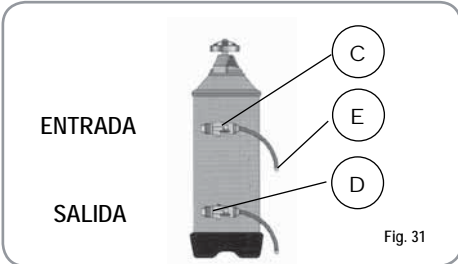
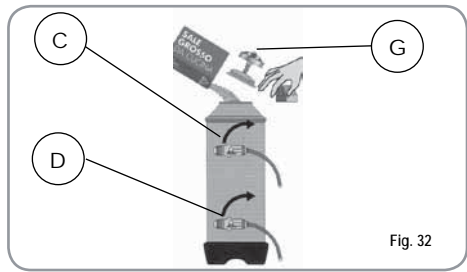

Fig. 31
Fig. 32
- 1) Apagar la máquina y colocar un recipiente de al menos 5 litros de capacidad debajo del tubo E (Fig. 31). Girar las palancas C y D de izquierda a derecha; quitar el tapón desenroscando el pomo G e introducir 1 Kg de sal gruesa para cocina (Fig. 32).